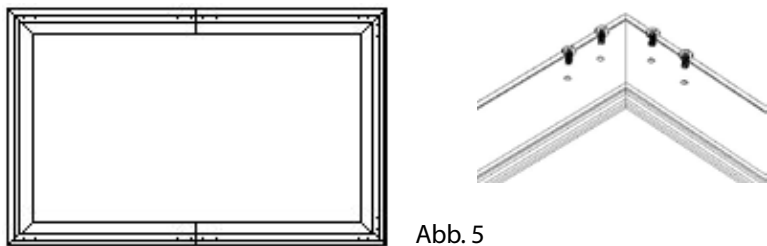

Abb. 5
7. Sobald alle Rahmenteile ineinander gesteckt sind, wird jede Ecke mit 4x Schrauben (J) fixiert (Abb. 5)